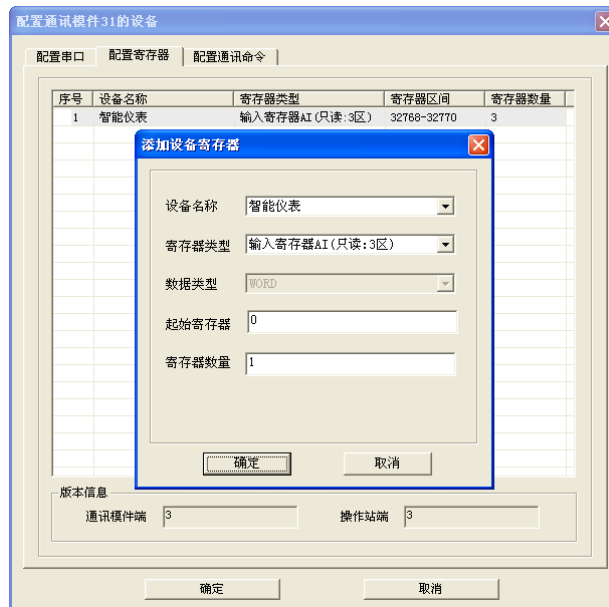

图 4-31 配置寄存器映射表
- 设置好之后点击“确定”，即可在寄存器列表中看到刚刚添加的设备寄存器信息，如图 4-31 所示。